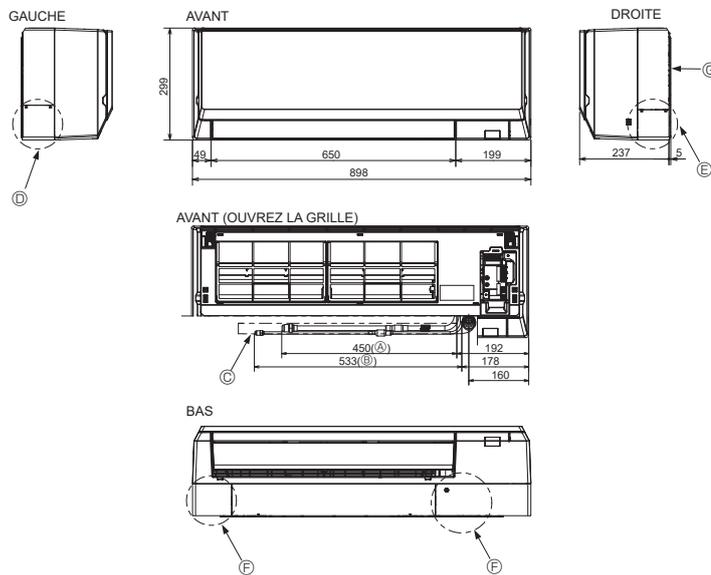

Fig. 4-2
4.2. Mise en place des tuyaux de réfrigérant et d'écoulement (Fig. 4-2)
- Ⓖ Plaque d'installation ①